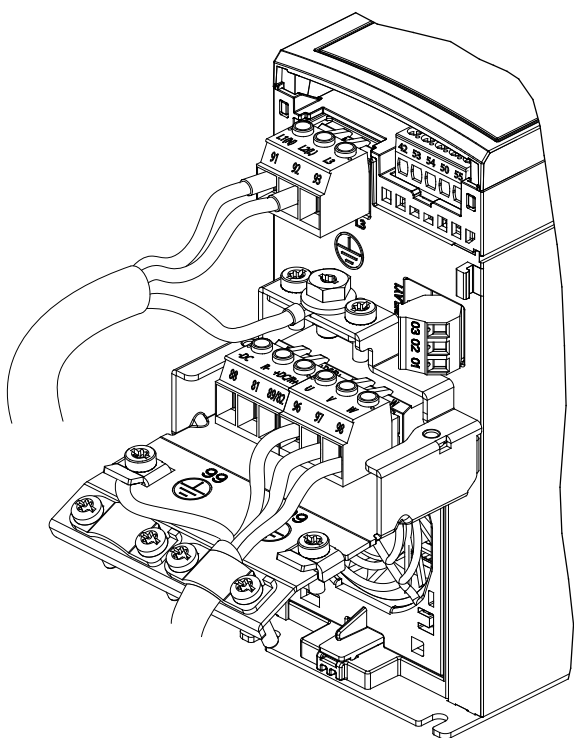
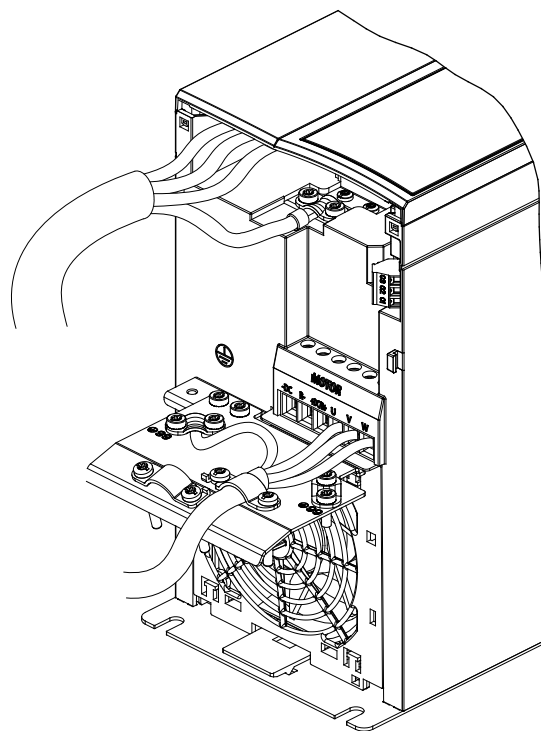
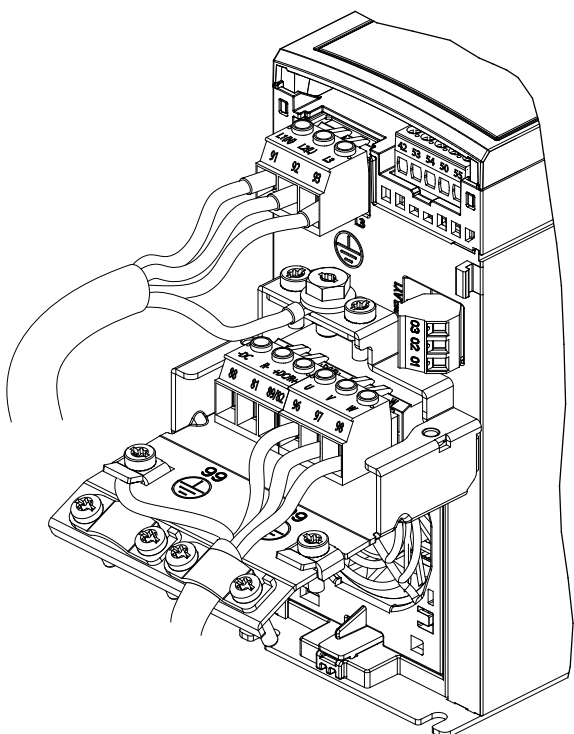

図 4.6 主電源、モーター及び接地接続 (単相ユニット用)
図 4.8 主電源、モーター及び接地接続 (3 相ユニット用) (K4、K5)
図 4.7 主電源、モーター及び接地接続 (3 相ユニット用) (K1、K2、K3)
主電源、モーター、ならびに单相および 3 相周波数変換器の接地接続は、図 4.6、図 4.7、および図 4.8 にそれぞれ示されています。実際の構成は、ユニットの種類やオプション機器によって異なります。
1. AC 入力電力ケーブルを単相ユニットの端子 N および L に (図 4.6 を参照)、あるいは 3 相ユニットの端子 L1、L2 および L3 に接続します (図 4.7 を参照)。